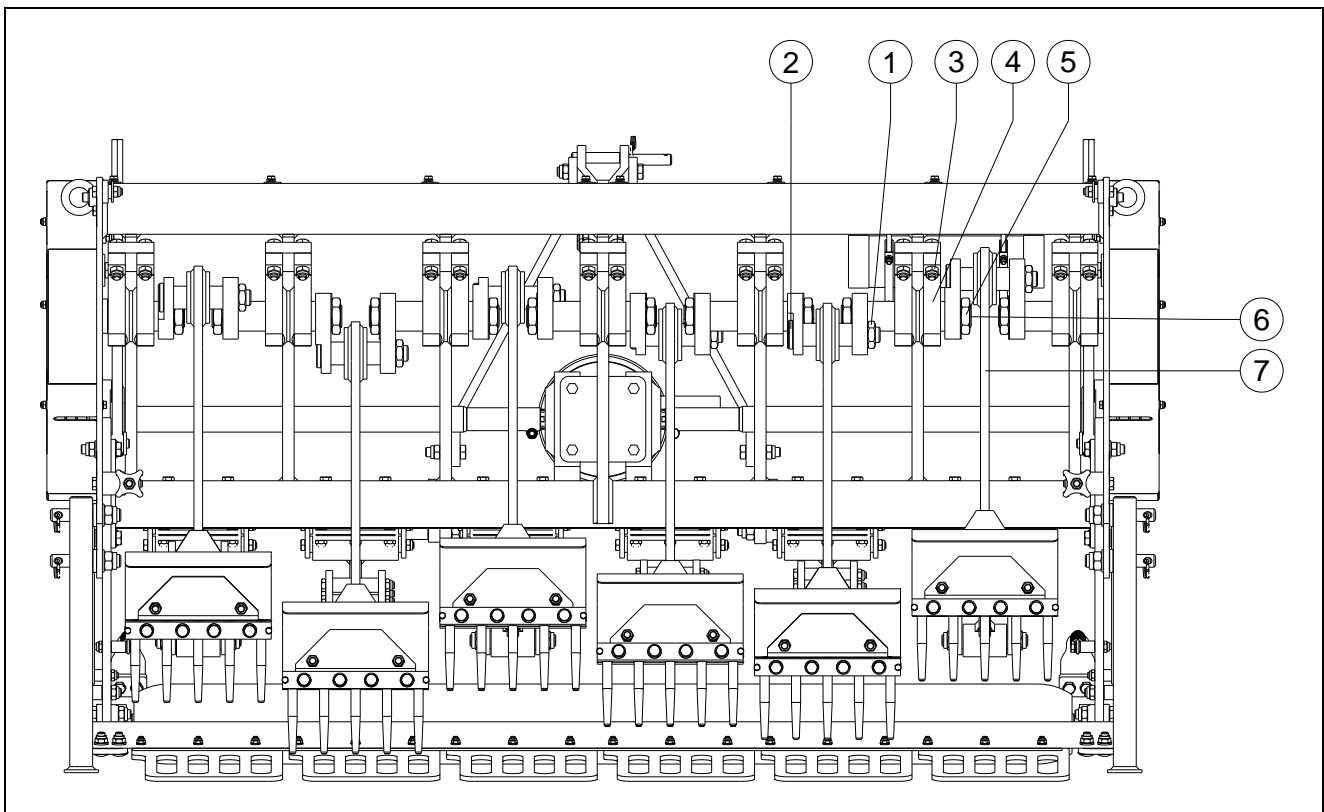

Bild 16
Bild 16 visar vevaxelns sammansättning. Se även reservdelssidan för mer detaljerade ritningar.
Byte av en vevstake är nödvändigt när det finns sprickor i den eller om slutmuttern lossnar ofta. Antingen så är vevlager, vevlagerfittings, eller de stora ändtapphålen i vevstaken skadade. Byt vev/lager så snart som möjligt, för att undvika ytterligare skador på andra komponenter enligt följande (se bild 16):
Om komponenter har byts ut i vevaxeln, kan det hända att vevaxeln går tyngre. Förspänning kan vara orsaken. Det är nödvändigt att ta bort dessa spänningar: Gör så här, se bild 16:
Stiftets öppning (13) ska alltid vara riktad mot baksidan av maskinen, se bild 16.